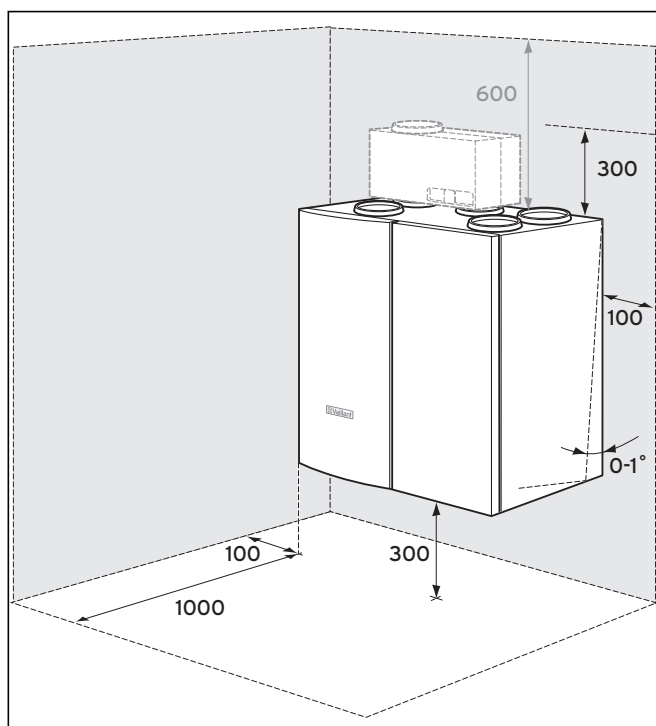

Fig. 4.1 Nødvendige minimumsafstande/monteringsfrirum
- Til montering, filterskift og vedligeholdelsesarbejder er et arbejdsområde på ca. 1 m foran ventilatoren til opholdsrum nødvendigt. Over og under enheden kræves min. 30 cm (se også fig. 4.1).